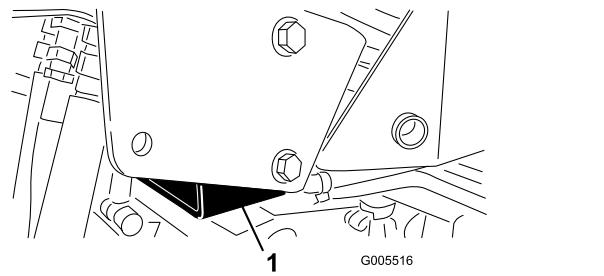

Figura 29
- Lado derecho – debajo del apoyo del gato y junto al soporte del ROPS (Figura 29)